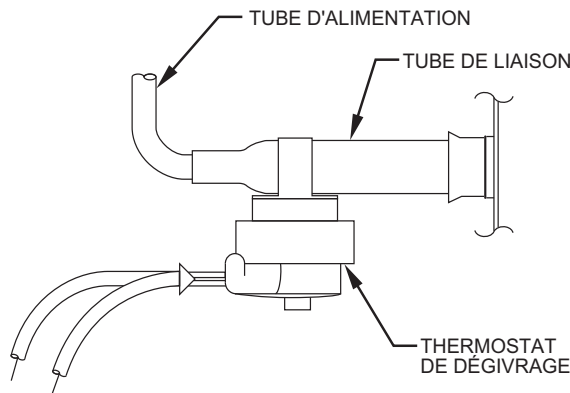

Figure 10 – Thermostat de dégivrage
1. Reliez les bornes DFT de la carte de dégivrage (Fig. 10). De cette façon, le thermostat de dégivrage est retiré du circuit et son rôle est ignoré. Passez à l'étape 3.